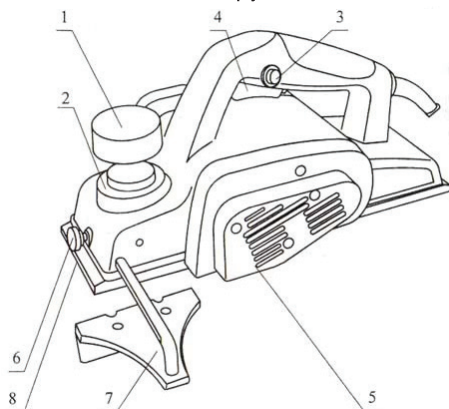

рис. 1
3.1 Внешний вид рубанка представлен на рис. 1
Рисунок 1: 1-Ручка-регулятор глубины строгания; 2-Шкала глубины строгания; 3- Кнопка блокировки выключателя; 4- Клавиша выключателя; 5- Крышка редуктора; 6- Винт; 7- Линейка направляющая; 8- Подошва.
- Убедиться, что рубанок отключён от сети электропитания, снять направляющую линейку 7 (рис. 1) (если была установлена на рубанке);
7.3 Вращением ручки 1 (рис. 1) установить необходимую глубину строгания. Максимальную глубину следует устанавливать при черновом обдирочном строгании. При окончательной обработке устанавливайте незначительную глубину строгания.